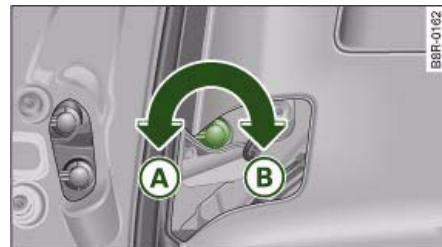

Fig. 245 Base portalámpara con cierre de bayoneta
- Gire la base portalámpara en la dirección de la flecha **(A)** ⇒ fig. 245, hasta el tope, y retírela de la unidad de iluminación.
- Gire la base portalámpara en la dirección de la flecha **(B)** ⇒ fig. 245 hasta llegar al tope. ■